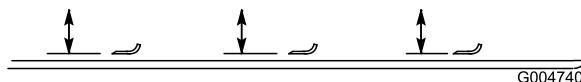

Bild 130
4. Drehen Sie die Messer, bis die Enden nach vorne und hinten zeigen und messen Sie von der Innenseite des Mähwerks bis zur Schnittkante an der Vorderseite des Messers (Bild 130).